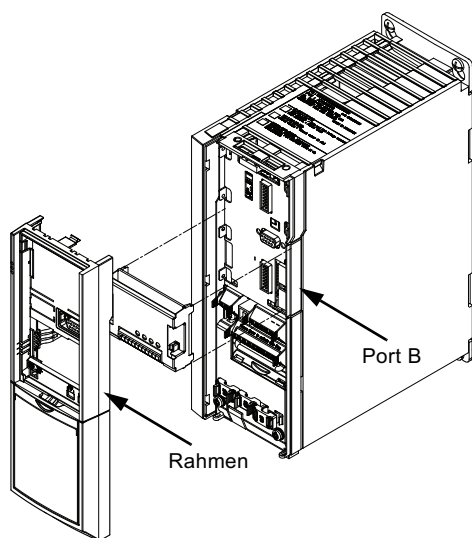

Abb. 3 Gehäuse A2, A3 und B3
2. Das Bedienfeld, die Klemmenabdeckung und den Rahmen vom CUE-Frequenzumrichter abnehmen. Siehe Abb. 3.